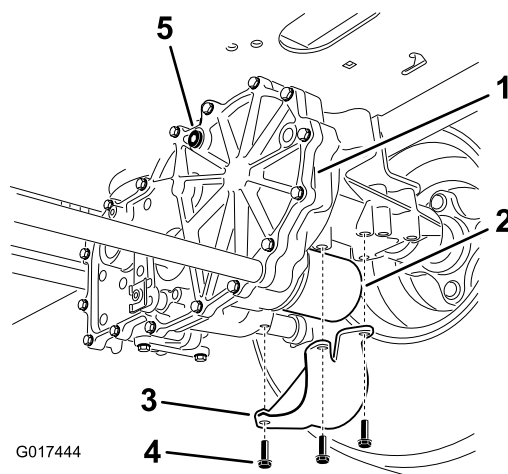

Figure 66
2. Trouvez le filtre et les protections sur chaque transmission de la boîte-pont (Figure 66). Retirez les trois vis de fixation de la protection et enlevez la protection.